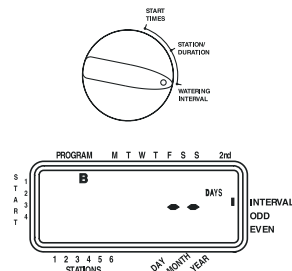

Figure 8: Affichage LCD avec intervalle d'arrosage
- ☛ Positionner le commutateur sur **Intervalle d'arrosage**. Le curseur clignotera à la gauche du mot **Intervalle** [Voir Figure 8].